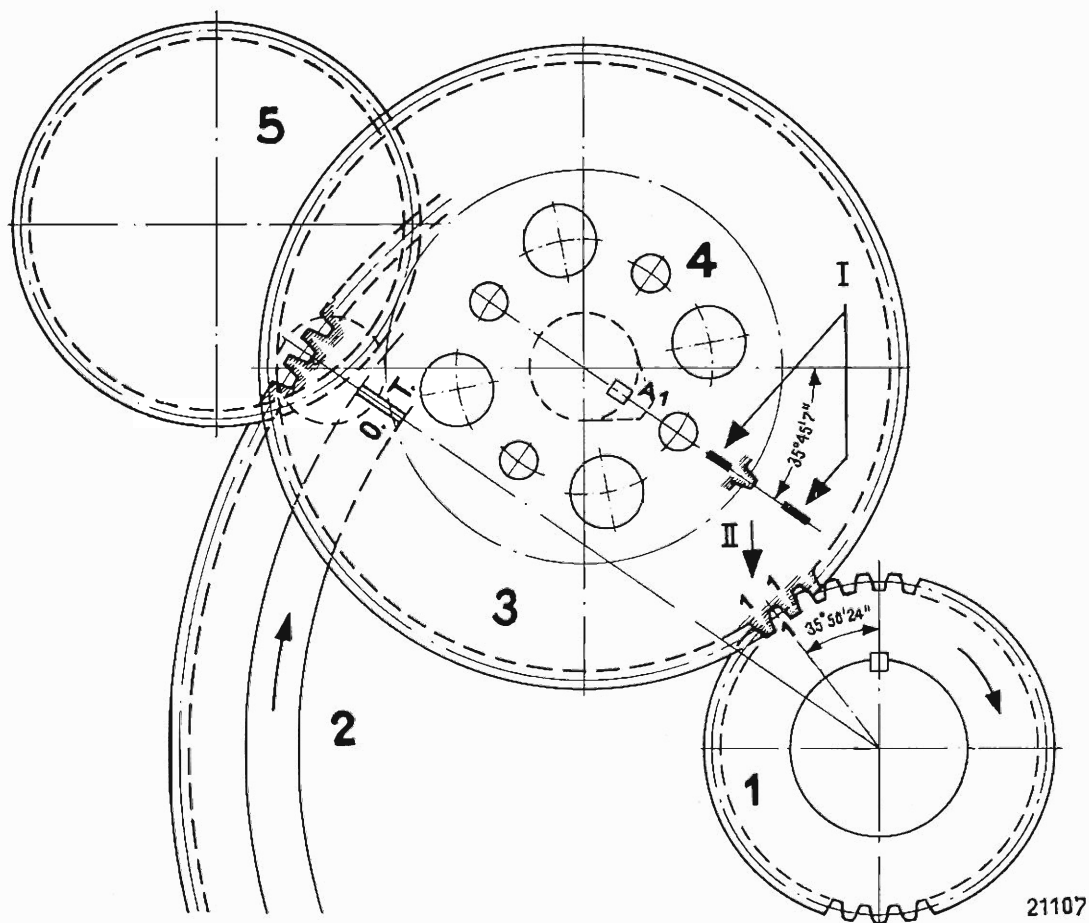

Bild 05-3/1
2. Von vorn gesehen muß der 4. Zahn des Kurbelwellenrades (1) von links (entgegen dem Uhrzeiger) mit einer 1 (Eingriff für Nockenwellenrad) gekennzeichnet sein. Bedingung dafür ist, daß Kurbelwellenzentrum, Mitte Keil und Mitte Zahn-lücke in einer Fluchtlinie liegen.
4. Nockenwellenrad (3) so auf Antriebsrad (4) aufschrauben, daß sich die beiden Strichmarken decken (siehe Hinweis 1 und Bild 05-3/1).
5. Nockenwelle so in Zylinderkurbelgehäuse einführen, daß der mit 1 bezeichnete Zahn des Kurbelwellenrades (1) zwischen die beiden mit 1 bezeichneten Zähne des Nockenwellenrades (3) zum Eingriff kommt, siehe Hinweis II.